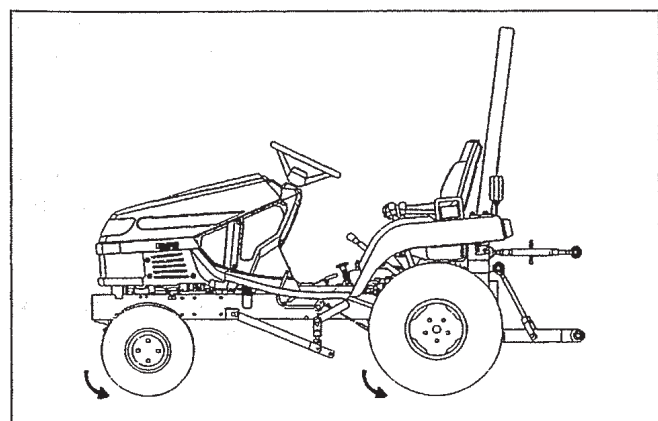

FIG. 38
**Abb. 38:** Bei zugeschalteter Frontachse weicht die Geschwindigkeit der Vorderräder von der der Hinterräder ab. Auf diese Weise wird die Lenkung bei eingeschaltetem Allrad-Antrieb erleichtert.